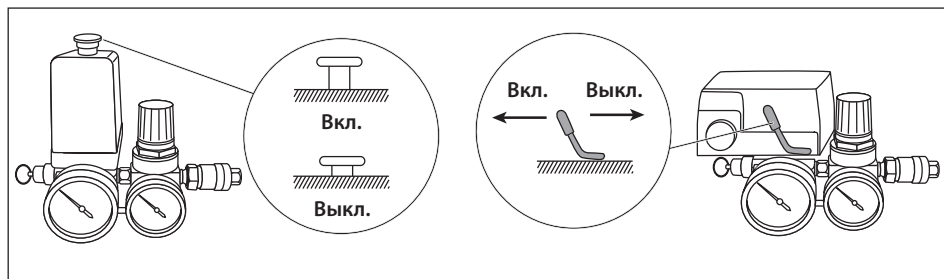

рис. 3
- переведите переключатель в положение «Выкл» (рис. 3);